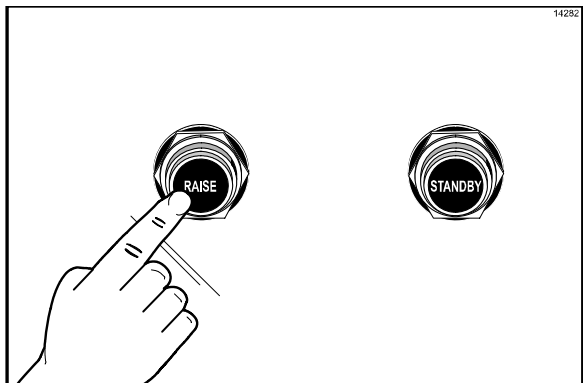

图 27
2. 如要将上煎板升起到 OPEN 位置以继续煎烤，按 RAISE（升起）键。（请见图 27）